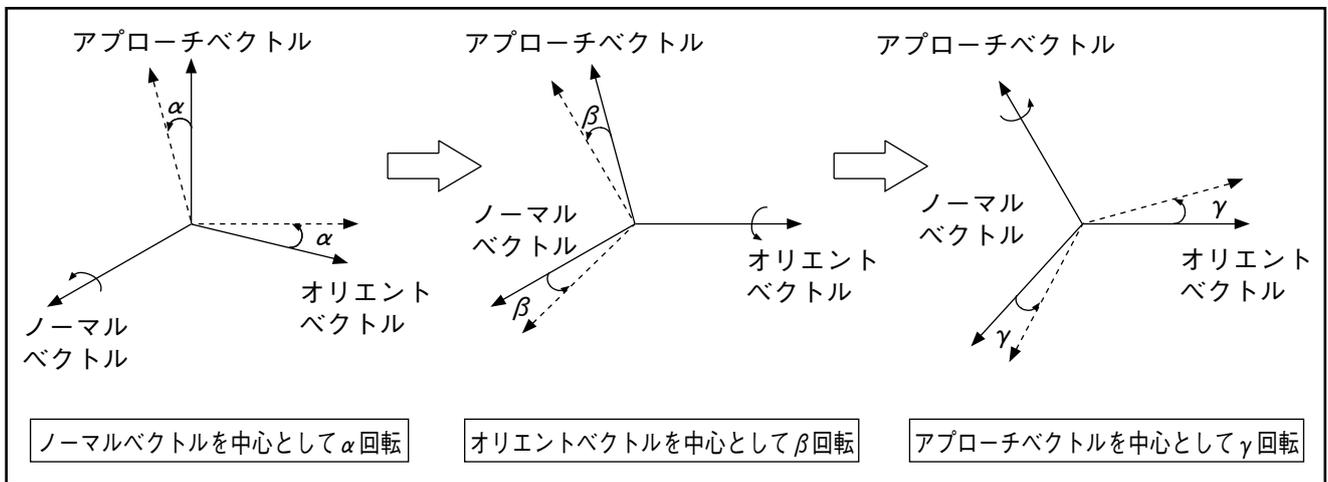

図2-41 ノーマル、オリент、アプローチベクトルを中心とする回転
1.3ではアプローチベクトル成分を $X_bY_b$ 平面や $Y_b$ 軸となす角度 $\theta_i$ を使って算出する方法を説明しましたが、他にある特定の姿勢からアプローチ、オリентベクトルを回転させてベクトル成分を算出する方法もあります。(図2-41参照)
- ①図2-41に示すように、ある特定姿勢(P2-47の図2-44のA~Fまでのうちのどれかひとつ)から、ティーチングしたい目標姿勢までもっていくのに必要な回転角 $\alpha$ 、 $\beta$ 、 $\gamma$ を求めます。
- ②求めた回転角をP2-48の表2-33の式に代入して目標姿勢のオリент、アプローチベクトルを算出します。